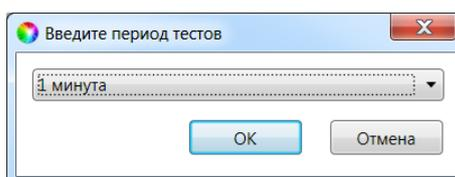

Рис. 6.18. Выбор периода опроса радиоизвещателя
3. В следующем окне укажите период опроса радиоизвещателя (рис. 6.18). Для охранных радиоизвещателей, устанавливаемых в проходной зоне (магнитоконтактный извещатель *Ладога-МК-РК* на входной двери, извещатель *Фотон-12-РК* в прихожей и т.д.) рекомендуется задавать небольшой период опроса (например, **15 секунд**) для оптимизации использования алгоритмов задержки на постановку и снятие. Для остальных радиоизвещателей рекомендуется задавать большой период опроса (например, **1 минуту**) во избежание быстрой разрядки их источников питания и перегрузки радиоканала.